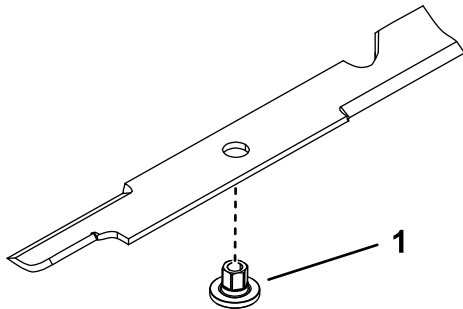

Figure 94
1. Insérez la douille dans la lame en plaçant l'embase sur le côté inférieur (côté herbe) de la lame (Figure 94).